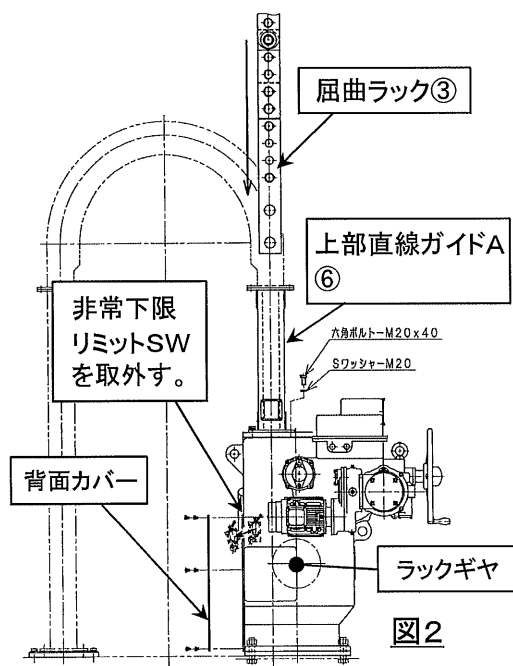

図2
2-1-4. 上部ガイド構造図を参照し、開閉機上部に上部直線ガイドA⑥を取付ます。（図2）
2-1-5. 駆動側開閉機の背面カバーを取外し、非常下限リミットSWをブラケットごと、取外します。（図2）
2-1-6. 屈曲ラック③を吊って上から降ろしながら駆動側開閉機に通します。（図2）
2-1-7. 屈曲ラック③がラックギヤに噛んだら開閉装置のハンドルを回しながらゆっくり降ろします。（図2）
2-1-13. (2-1-6.)と同様に屈曲ラック③を吊って上から降ろしながら従動側開閉機に通します。(図2)